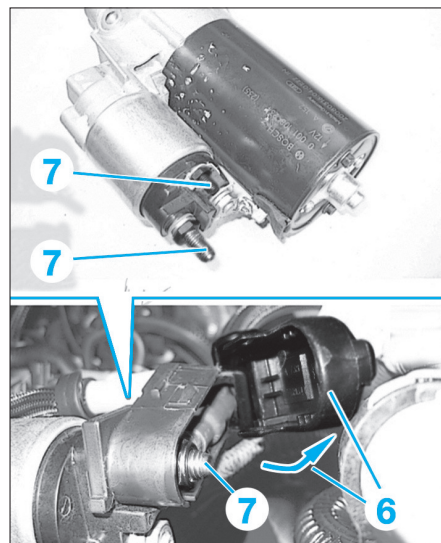
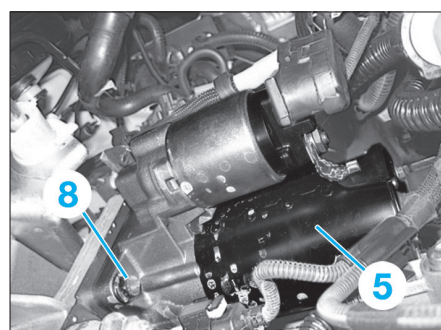

Fig. 8
Fig. 9
- ouvrir le couvercle (6) (Fig.8),
- débrancher les câbles électriques (7),
- déposer la vis inférieure (8) du démarreur (5) (Fig.9),
- sortir le démarreur (5).